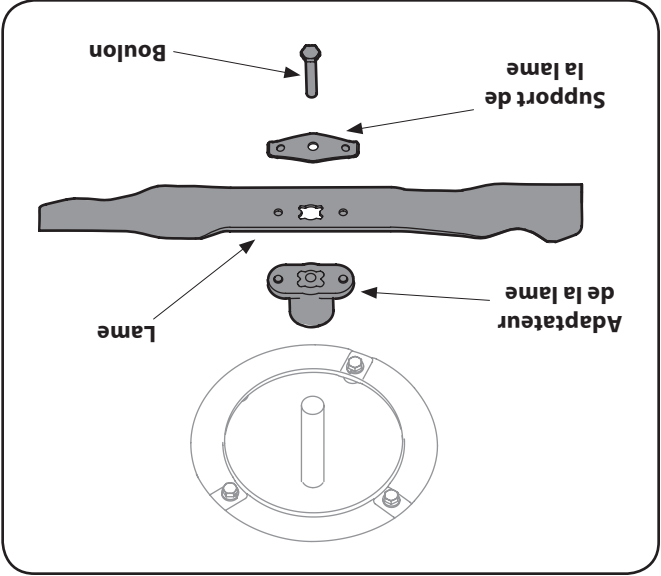

Figure 7-1
2. Enlevez le boulon et le support de la lame qui maintiennent la lame et l'adaptateur sur le vilebrequin. Voir la Fig. 7-1.
3. Dégagez la lame et l'adaptateur du vilebrequin. Voir la Fig. 7-1.
- 5. Lubrifiez le vilebrequin et la surface intérieure de l'adaptateur de la lame avec une huile légère. Glissez la lame sur l'adaptateur de façon que le côté « Bottom » (ou le numéro de pièce) se trouve sur le dessous (vers le sol) pendant le fonctionnement. Assurez-vous que la lame est bien alignée et qu'elle repose sur les paliers de l'adaptateur. Voir le détail de la Figure 7-1.